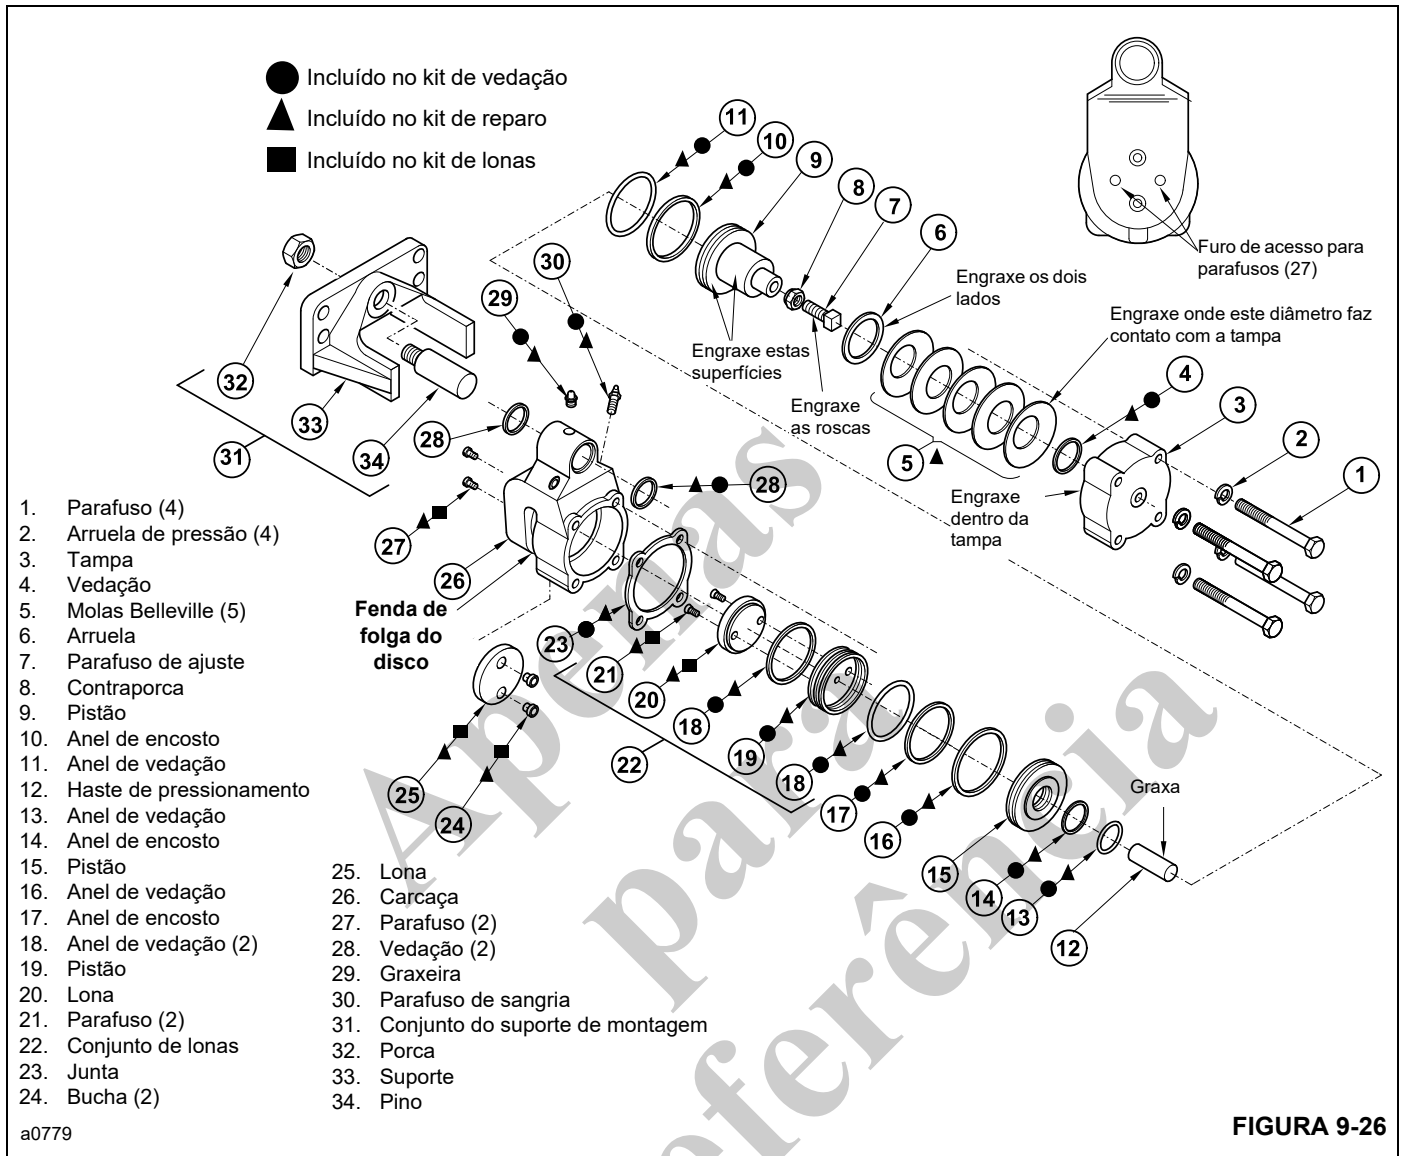

FIGURA 9-26
O kit de lonas é indicado na Figura 9-26 com um símbolo ■.
4. Solte a contraporca **8** (Figura 9-26) e recue o parafuso de ajuste **7**.
Há um kit de reparo disponível para o freio de estacionamento. Ele inclui todas as peças necessárias para recondição do freio. Essas peças são indicadas na Figura 9-26 com um símbolo ▲.
11. Remova os parafusos **1** (Figura 9-26), as arruelas de pressão **2**, a tampa **3** e a junta **23**. Com uma chave de fenda fina, remova a vedação **4** da tampa **3**.
**NOTA:** Revista as superfícies indicadas na Figura 9-26 com graxa de rolamento EP à base de lítio N° 2, ou equivalente.
19. Instale a nova lona de freio **25** (Figura 9-26) na carcaça **26** usando buchas **24** e parafusos de cabeça cilíndrica **27** novos. Aperte os parafusos com um torque de 2,5 a 3,3 Nm (22 a 28 lb-pol.).
Há um kit de vedação disponível para o freio de estacionamento. Ele inclui todas as peças necessárias para substituir todas as vedações do freio. Essas peças são indicadas na Figura 9-26 com um símbolo ●.
10. Remova os parafusos **1** (Figura 9-26), as arruelas de pressão **2**, a tampa **3** e a junta **23**. Com uma lâmina fina, remova a vedação **4** da tampa **3**.